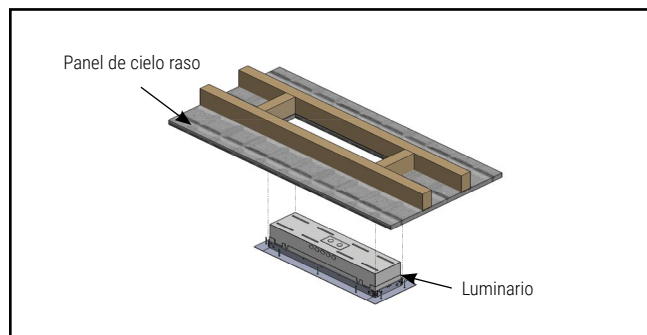
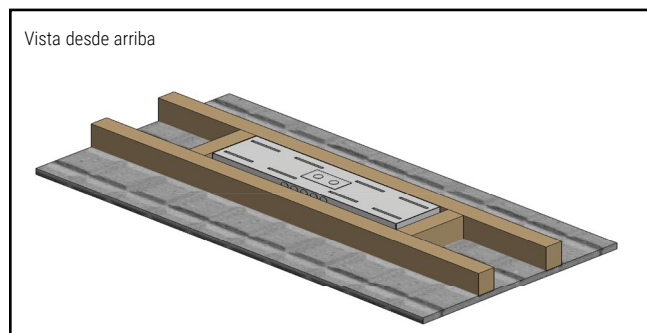

Figura 8
Figura 9
3. Instale el marco con el luminario en los cortes del panel de cielo raso mediante los tornillos a prueba de manipulaciones provistos. (Figura 8) Ensamblaje terminado del marco DFVR. (Figura 9) Utilice tornillos de 1" (2,54 cm) para paneles metálicos. Utilice tornillos de 2" (5,08 cm) para paneles de plástico.